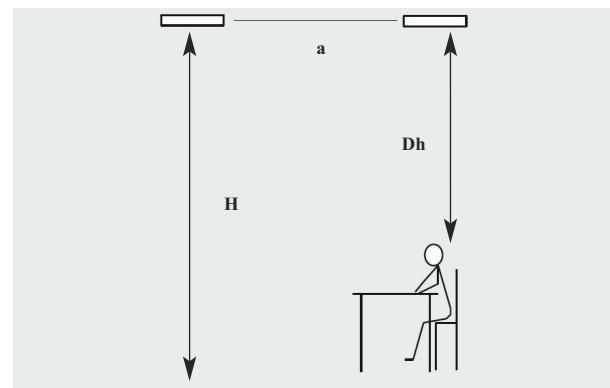

Fig. 1: Pozitionare verticala.
La instalarea panourilor distanța dintre unități ar trebui să nu fie mai mare decât înaltimea dintre unitate și podea, adică (a) ar trebui să fie mai mică dacă (H), vezi Fig.1. În camere folosite rar aceasta distanță poate fi mai mare. În camere folosite des distanța dintre panou și o persoană care sta la birou ar trebui să fie cel puțin 1,5 - 2 metri ( $\Delta h$ ). Cand aceste două condiții sunt îndeplinite diferența de temperatură de operare nu va depăși nivelul de confort  $\Delta_{top} = 5^\circ\text{C}$ . Asta înseamnă că diferența dintre temperatura reală și temperatura resimțită de către o persoană nu va fi mai mare de  $5^\circ\text{C}$ .